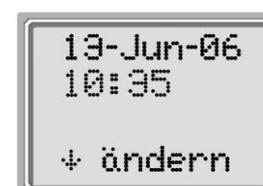

Bild 41
- Zum Ändern der Geräteeinstellungen drücken Sie im Hauptmenü (siehe Bild 40) die UNTEN ▼ Taste ⑩. Es erscheint das in Bild 41 gezeigte Änderungs Menü.
- Drücken Sie jetzt die UNTEN ▼ Taste ⑩ solange (ca. 3 sek.) bis die grüne Anzeige ⑦ erlischt. Sie befinden sich jetzt im Einstellungsprogramm.